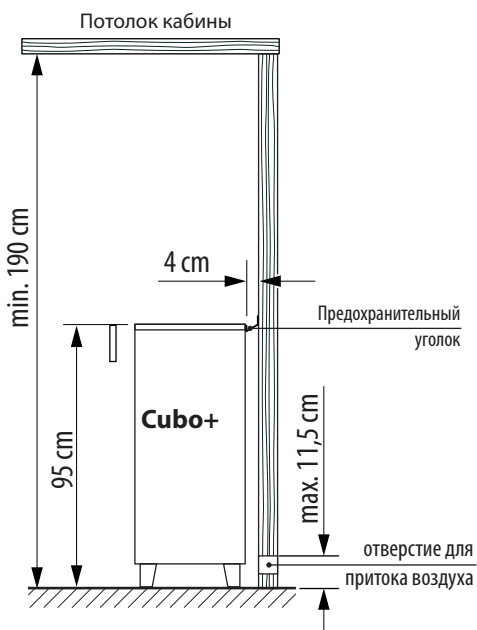

Рис. 1
- Минимальная высота кабины должна составлять **1,90 м.** (рис. 1)